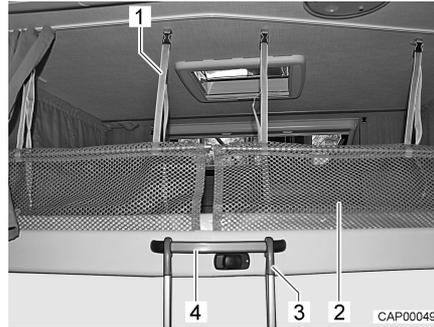

Bild 51 Aufstiegsleiter und Sicherungsnetz
- Aufstiegsleiter (Bild 51,3) mit beiden Bügeln im Griffbügel (Bild 51,4) am Hubbett einhängen.
**Sicherungsnetz** Die Sicherungsnetze (Bild 51,2) mit den Haltegurten sind unter der Matratze verstaut. Die Sicherungsnetze erst aufspannen, wenn sich die Personen bereits im Hubbett befinden.
- Haltegurte (Bild 51,1) in die Halterungen an der Decke einrasten.